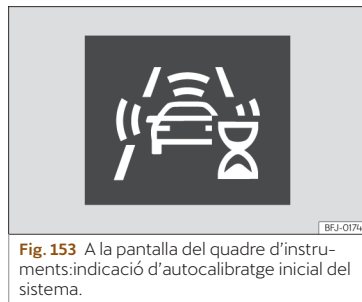

Fig. 153 A la pantalla del quadre d'instruments: indicació d'autocalibratge inicial del sistema.
- Durant els primers instants de conducció després de connectar l'encesa, a causa de l'autocalibratge inicial del sistema. Durant aquest període es mostra una icona d'estat »» fig. 153.